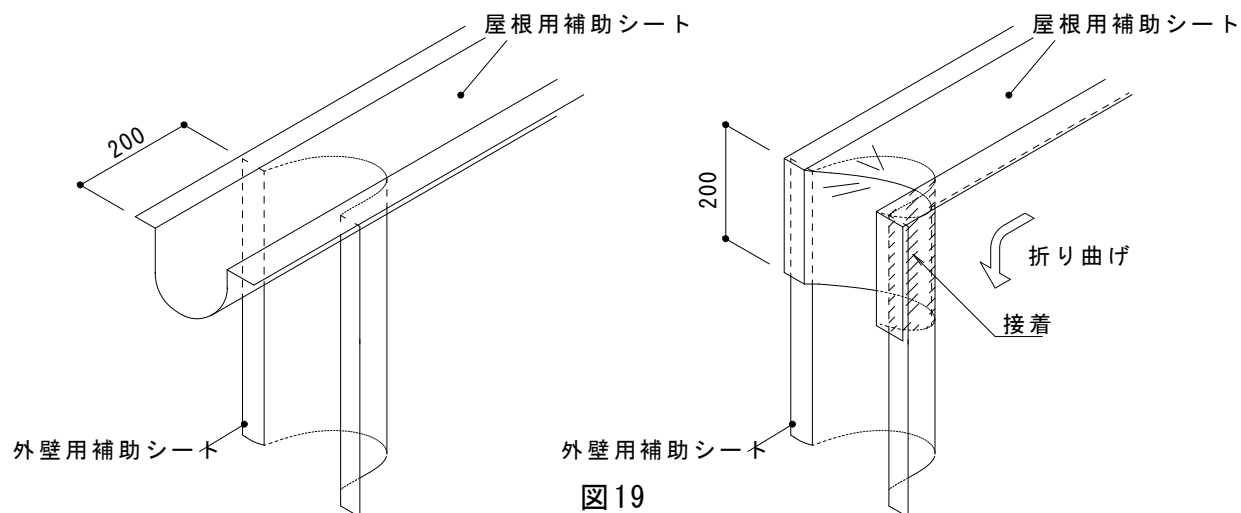

図19
- 9 に延長しました。この延長部分を図19のように折り曲げて22タイプの補助シートと接着します。